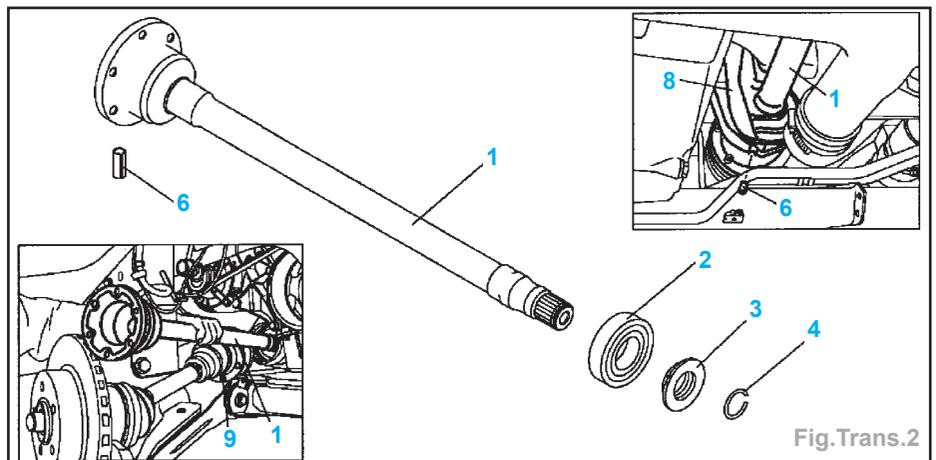

Fig.Trans.2
- Déposer (Fig.Trans.2) :
- l'arbre (9) à droite de l'arbre intermédiaire (1) et attacher l'arbre (9),
- Déposer la goupille élastique (4) de l'arbre (1).
- Retirer la bague caoutchouc (3).
- Déposer l'arbre (1).